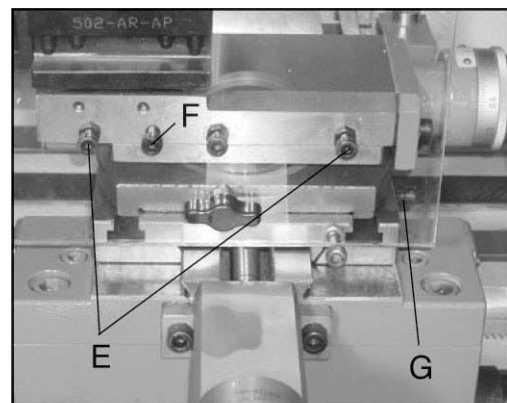

Fig. 13
5. Einstellen des Oberschlittens (Fig. 13, E)
6. Klemmen des Oberschlittens (Fig. 13, F)
7. Einstellen des Querschlittens (Fig. 13, G)